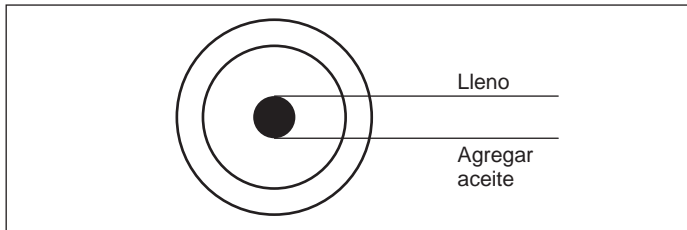

Figura 4
2. Retire el tapón de la bomba de relleno y llene la bomba con 416.98 mililitros (14.1 oz) de aceite. Utilice aceite completamente sintético para motor o aceite del tipo Mobil 1® 10W-30. No utilice aceite regular de motor como el 10W-30. Los aditivos en el aceite regular pueden causar depósitos en las válvulas y reducir la vida útil de la bomba. Para las bombas con mirilla de vidrio, el nivel del aceite puede ser revisado y mantenido como se muestra en la Figura 4.